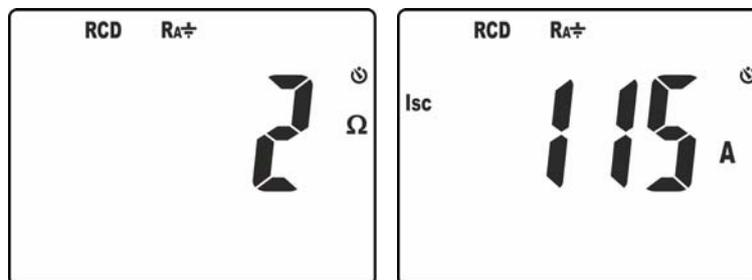

Abb. 22: Ergebnisse der Messung des Gesamterdungswiderstands
9. In der Bildschirmseite in der Abb. 22 – linke Seite, ist der Wert des Schleifenimpedanz angegeben. Drücken Sie die Tasten / oder  zur Anzeige des Werts des voraussichtlichen Kurzschlussstroms **I_{sc}** (siehe § 9.3).